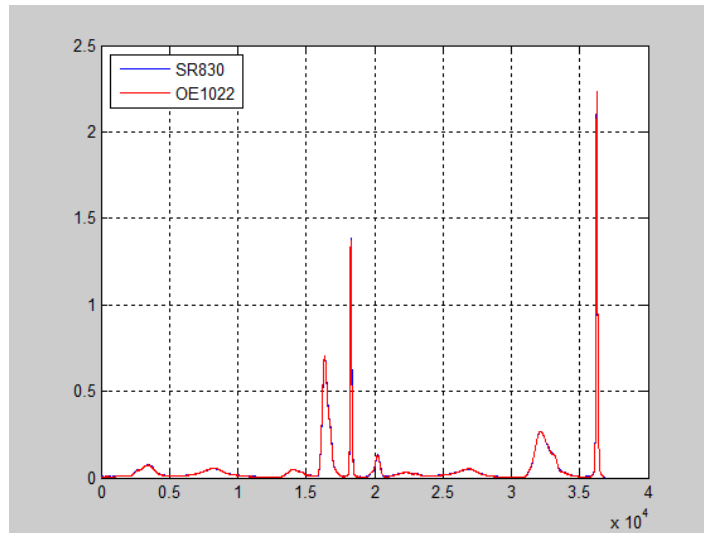

图87. 两台锁放测得的光谱曲线对照图
5. 将 OE2011/OE2021 替换为 SR830，在相同的参数设置下进行同样的光谱测量实验，得到的光谱曲线对照图 87 如下：